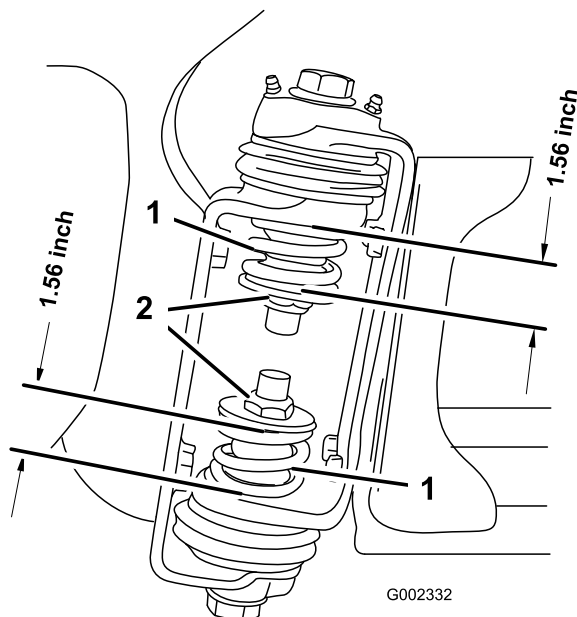

Figure 8
3. À la charnière de rampe, mesurez la compression des ressorts supérieur et inférieur quand les rampes sont déployées (Figure 8).